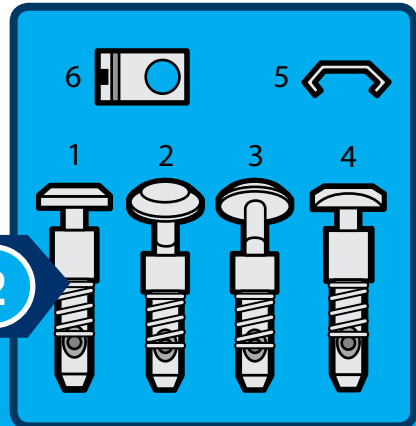
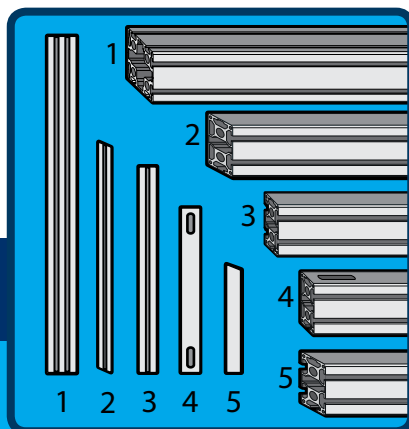

Fig. 2
Fig. 4
Befestigen Sie die Anker, gerade (Fig. 2, Nr. 1) an den geraden Enden folgender Profile:
- 2 mal an **einem** Ende des Profils 40x80x1072 mm (Fig. 4, Nr. 3)
- 2 mal an den Profilen mit Winkel links 23° 40x80x586 mm (Fig. 4, Nr. 5)
Secure the straight anchor piece (Fig. 2, No. 1) to the straight ends of the following profiles:
- twice at one end of the profile 40x80x1072 mm (Fig. 4, No. 3)
- twice on the profiles with 23° angle to the left 40x80x586mm (Fig. 4, No. 5)
Befestigen Sie die Biegeanker, 23° / -23° (Fig. 2, Nr. 2 / 3) an den schrägen Enden folgender Profile:
- 2 mal an den Enden der Profile mit Winkel links 23° / rechts 23° 40x80x1182 mm (Fig. 4, Nr. 2)
- 2 mal an den Enden der Profile mit Winkel links 23° 40x80x586 mm (Fig. 4, Nr. 5)
Secure the bent anchors, 23° / -23° (Fig. 2, No. 2 / 3) to the oblique ends of the following profiles:
- 2 x on the end of the profiles with angles left 23° / right 23° 40x80x1182mm (Fig. 4, No. 2)
- 2 x on the ends of the profiles with angles left 23° 40x80x586mm (Fig. 4, No. 5)
Bringen Sie die Anker mittig in die Kopfenden der Profilstücke ein. Die Spitze der Gewindestifte der Querstücke (Fig. 4, Nr. 6) wird in eine Vertiefung des Ankers geführt. Die Querstücke werden seitlich in die Bohrungen der Profilstücke eingebracht. Fixieren Sie die Anker mit Hilfe der Gewindestifte der Querstücke.
The tips of the threaded pins of the cross pieces (Fig. 4, No. 6) are guided into an indentation of the anchor. The cross pieces are introduced laterally into the drill holes of the profile pieces. Fix the anchors with the help of the threaded pins of the cross pieces.
Die Vierkantkopfanker lassen sich in T-förmige Nuten an den jeweiligen Profilen einbringen. Für die spätere Montage des mittleren Profils (Fig. 4, Nr. 3) führen Sie vor der Montage der schrägen Seitenprofile (Fig. 4, Nr. 2) zwei Anker mit Vierkantkopf (Fig. 2, Nr. 4), an denen Sie die Blattfedern (Fig. 2, Nr. 5) in Einschubrichtung befestigt haben, in die T-Nuten des Profils (Fig. 4, Nr. 1) ein.
For the later assembly of the middle profile (Fig. 4, No. 3), prior to assembly of the oblique, side profile (Fig. 4, No. 2), introduce into the T-slots of the profile (Fig. 4, No. 1), two square headed anchor pieces (Fig. 2, No 4), to which you have attached (in the slide-in direction), the leaf springs (Fig. 2, No. 5) ,
Nun die Profile (Fig. 4, Nr. 5) in die Seitenprofile (Fig. 4, Nr. 2) einschieben.
Now insert the profiles (Fig. 4, No. 5) into the side profiles (Fig. 4, No. 2).
Befestigen Sie die Seitenprofile (Fig. 4, Nr. 2) am vorderen Profil (Fig. 4, Nr. 1).
Attach the side profiles (Fig. 4, No. 2) to the front profile (Fig. 4, No. 1).
Anschließend wird das mittige Profil (Fig. 4, Nr. 3) montiert.
Dabei werden die vormontierten Anker der Profile (Fig. 4, Nr. 5) in die Nuten des mittigen Profils (Fig. 4, Nr. 3) eingeschoben.
At the same time push the pre-assembled anchors of the profiles (Fig. 4, No. 5) into the grooves of the middle profile (Fig. 4, No. 3).
Verbinden Sie danach das mittige Profil (Fig. 4, Nr. 3) mithilfe der vormontierten Vierkant-Anker (Fig. 2, Nr. 4). Führen Sie vorher zwei Querstücke seitlich in die Bohrungen des mittigen Profils ein (Fig. 2, Nr. 6).
After this connect the central profile (Fig. 4, No. 3) with the help of the previously assembled square-headed anchor piece (Fig. 2, No. 4). Guide two crosspieces beforehand laterally into the bore holes of the central profile (Fig. 2, No. 6).
Achten Sie bei der Montage des Profils (Fig. 4, Nr. 3) auf mittige Positionierung. Nutzen Sie hierzu die Markierung am Profil (Fig. 4, Nr. 1).
Take care when fitting the profile (Fig. 4, No. 3) that the position is central. To this end use the marking on the profile (Fig. 4, No. 1).
Richten Sie die Profile (Fig. 4, Nr. 5) so aus, dass beide die gleiche Höhe haben.
Align the profiles (Fig. 4, No. 5) so that both are at the same height.
Zur Komplettierung des Aufbaus wird das Profil mit Langloch (Fig. 4, Nr. 4) mit seinen Nuten über die vormontierten Anker der Profile (Fig. 4, Nr. 2/3) geschoben. Achten Sie darauf, dass die Langlöcher nach oben zeigen.